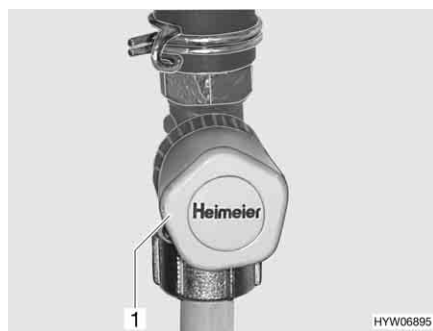
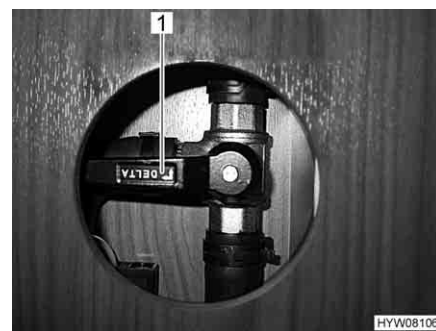

Fig. 161 Rubinetto con funzione regolatore
Fig. 162 Rubinetto senza funzione regolatore
Più il rubinetto (Fig. 161,1) viene aperto, maggiore è la prestazione del riscaldamento.
Tramite la leva (Fig. 162,1) la portata viene sbloccata o bloccata.
- Ruotare il regolatore (Fig. 161,1) in senso antiorario o ruotare la leva (Fig. 162,1) in senso orario.
- Ruotare il regolatore (Fig. 161,1) in senso orario o ruotare la leva (Fig. 162,1) in senso antiorario.